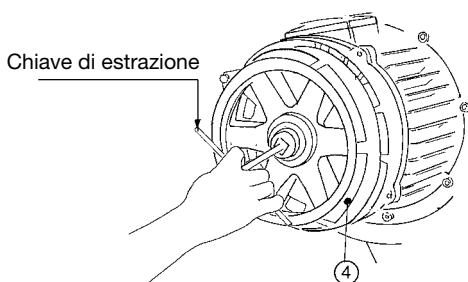

Fig. 18
Smontaggio e montaggio: verificare che non ci sia un carico applicato, svitare le viti pos. 1 (Fig. 16), togliere la campana freno pos. 2 (Fig. 16) e togliere la ghiera di regolazione pos. 3 (Fig. 16) freno con l'apposita chiave (Fig. 17). Con l'ausilio di un estrattore togliere la ventola freno pos. 4 (Fig. 18). Montare la nuova ventola spingendola in avanti con l'ausilio di mazzuola di piombo, rimontare la campana freno pos. 2 (Fig. 16) e le viti pos. 1 (Fig. 16), quindi procedere alla regolazione come indicato nel capitolo "regolazione ventola freno" a pag. 65.